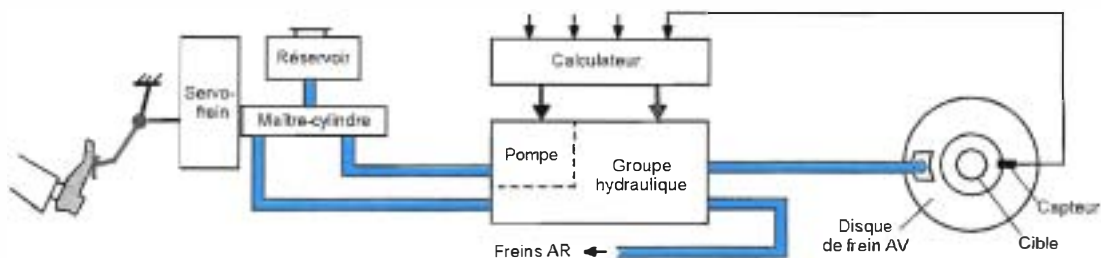
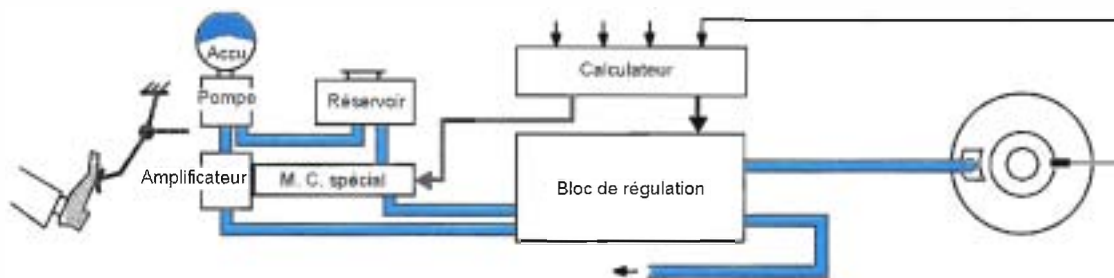

Figure 12.13 • Systèmes sur freinage classique (Bendix, Teves, Bosch).
Figure 12.14 • Système intégré Teves.
Après l'étude d'un système antiblocage sur freins classiques (récapitulatif figure 12.13), observons les particularités des systèmes intégrés (figures 12.14, 12.15 et 12.16).
2. En prenant comme exemple la figure 12.5 et en vous aidant du tableau des normes hydrauliques (p. 268-269), effectuez le schéma hydraulique du système Bendix intégré étudié (figures 12.14, 12.17 à 12.25).